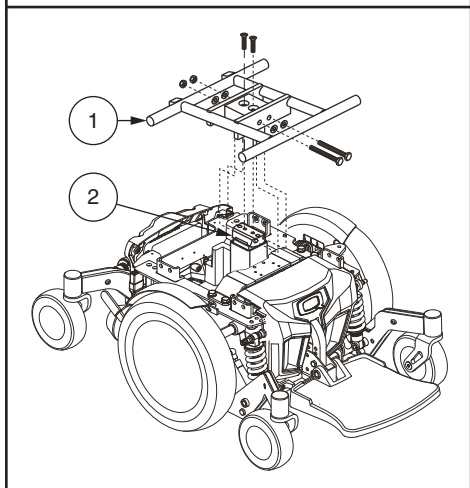

Figure 8. Actionneur du siège électrique élévateur
1. Alignez le siège avec le réceptacle de l'actionneur. **Voir la figure 8.**